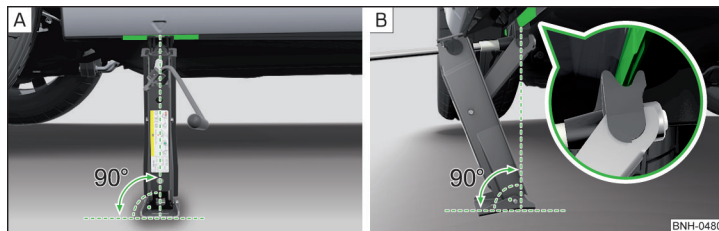

Abb. 248 **Wagenheber ansetzen**
- ▶ Die Grundplatte des Wagenhebers mit der gesamten Fläche auf einem geraden Untergrund stellen, sodass sich der Heber in senkrechter Position zum Aufnahmesteg befindet » **Abb. 248** - **A**.
- ▶ Den Wagenheber mit der Kurbel so weit hoch drehen, bis die Klaue des Hebers den Steg umfasst » **Abb. 248** - **B**.